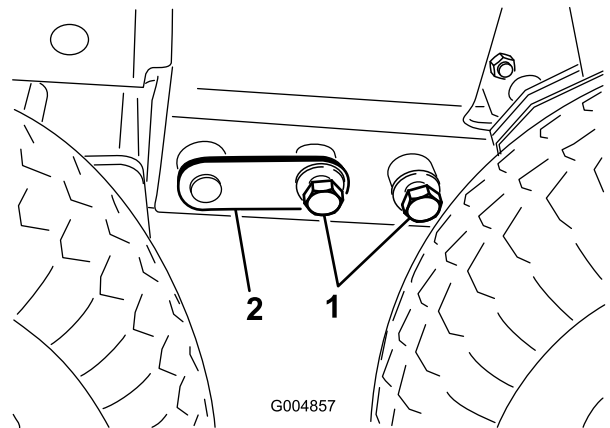

Figure 115
25. Ajustez le cric ou agitez la cabine manuellement afin de pouvoir installer les boulons (3/4 po) de chaque côté (Figure 115). Serrez les boulons à 359 Nm (265 pi-lb).